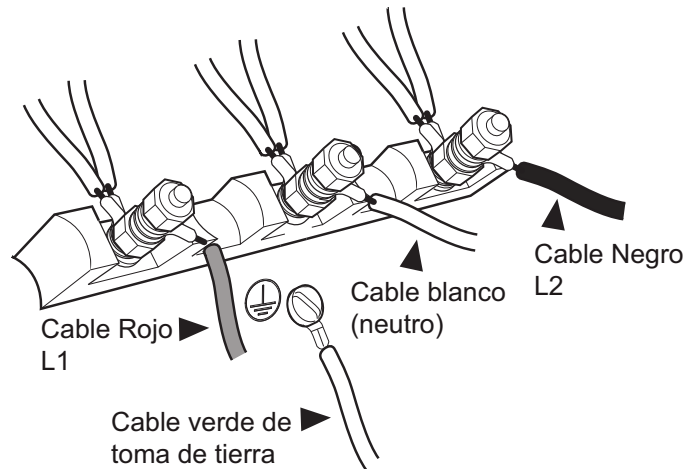

Figura 17: Conexión de cuatro cables
4. Fije el cable neutro de toma de tierra del circuito de alimentación al contacto central de la caja de conexiones con una tuerca (vea la *Figura 17*).